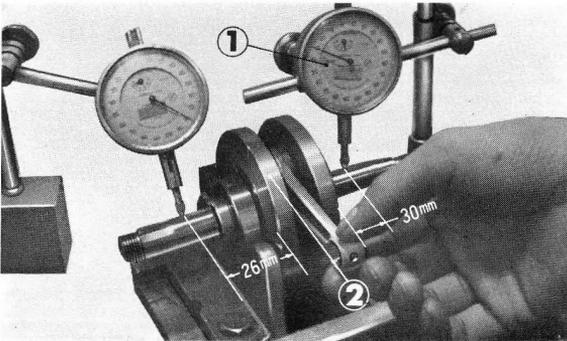

Figure 2-45 : ① comparateur ② vilebrequin
1. Supporter le vilebrequin avec des blocs en V, par ses paliers et vérifier le faux-rond (figure 2-45)